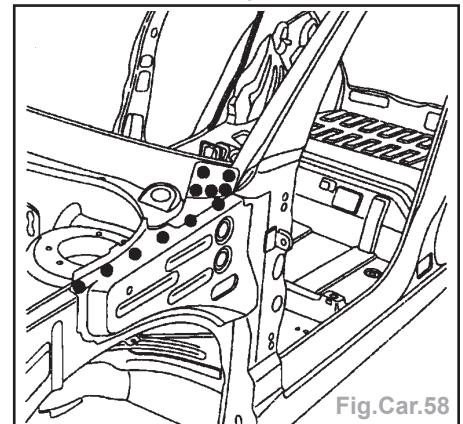

Fig.Car.58
- Reposer le support latéral de pare-brise et vérifier la cote (Fig.Car.58 et 59).